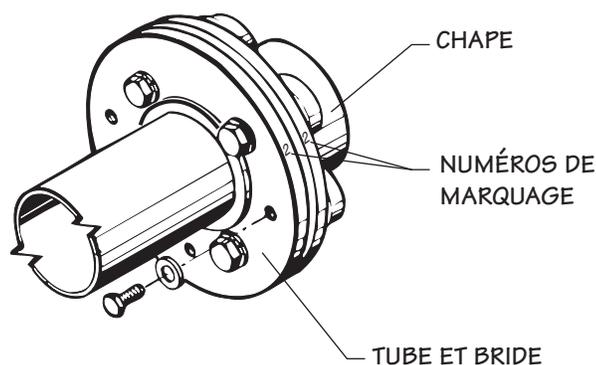

Figure 3 Série 6Q illustrée
Les arbres d'entraînement Marley se composent d'un moteur et d'une chape Geareducer avec des bagues en caoutchouc et un assemblage de tube et bride. Les arbres d'entraînement sont équilibrés de manière dynamique et les brides du tube et de la chape sont marquées. Voir la Figure 3. Ne changez pas la position ou le rapport entre les composants marqués lors de l'installation.
7. Remplacez l'assemblage du tube et de la bride. Veillez à faire correspondre les numéros sur les brides du tube avec leurs numéros respectifs sur le moteur et les chapes du Geareducer. Installez des boulons machine ou vis à tête six pans de 16 mm ($\frac{5}{8}$ po) à chaque extrémité de l'arbre d'entraînement. Serrez à un couple de serrage de 82 N m (60 ft-lb). Voir Figures 3 et 4.